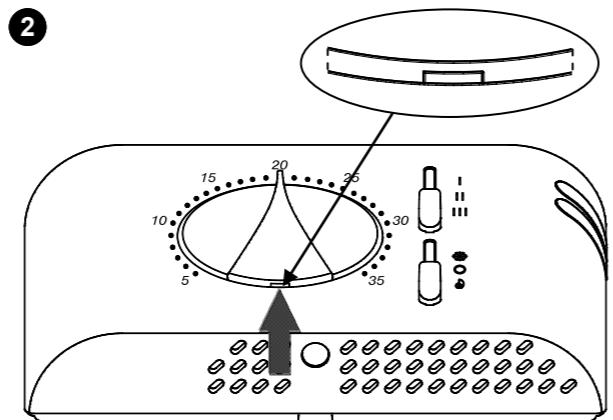

Fig. 3 - Abb. 3
- 2 Déplacer les deux glissières complètement vers le bas et placer le bouton rotatif sur 20°C ; soulever ensuite le bouton rotatif en faisant levier à l'aide d'un tournevis dans la fente prévue à cet effet et signalée par une flèche sur la Fig. 3, en faisant attention à ne pas griffer la calotte.
- ② Schieben Sie die Wahlschalter nach unten und den Drehknopf auf 20°C. Jetzt entfernen Sie den Drehknopf mit einem Schraubendreher, wie in Abb. 3 dargestellt.